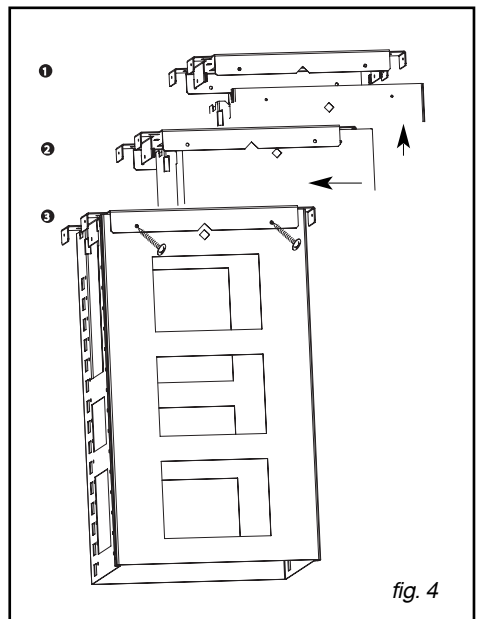

fig. 4
- Une fois le support cheminée correctement emboîté, mettez les 4 vis pour maintenir le support hotte (fig.4).